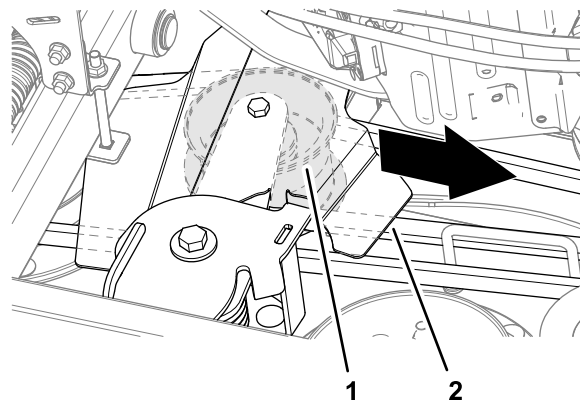

Figura 77
6. Tire de la polea tensora y la cubierta de la polea tensora hacia el motor y deslice la correa para sacarla de las poleas (Figura 77).